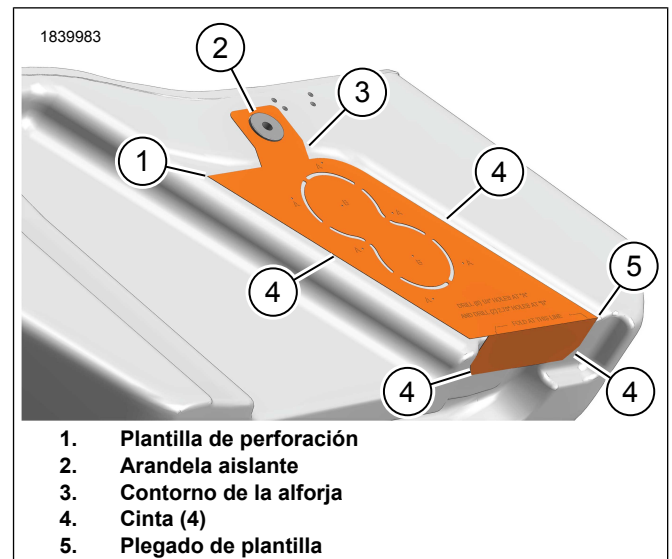

Figura 2. Plantilla de perforación (típica)
1. Figura 2 Coloque la plantilla de perforación (1) en la parte posterior de la alforja **izquierda** con el lado naranja hacia adentro hacia la alforja.